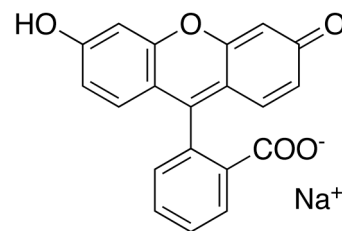

図 2.1 フルオレセインの構造式
(2) 終点の検出には、フルオレセインと呼ばれる色素が用いられており (図 2.1)、この色素が沈殿に吸着することで、色が変わることが利用される (吸着指示薬と呼ばれる)。興味深いことに、色素の沈殿への吸着は、当量点の前では起こらず、当量点を過ぎると初めて沈殿に吸着することができる。この理由について説明しなさい。なお、当量点とは、分析成分 (ここでは塩化物イオン) と過不足なく反応する量の滴定剤 (ここでは硝酸銀) が加えられた点をいう。